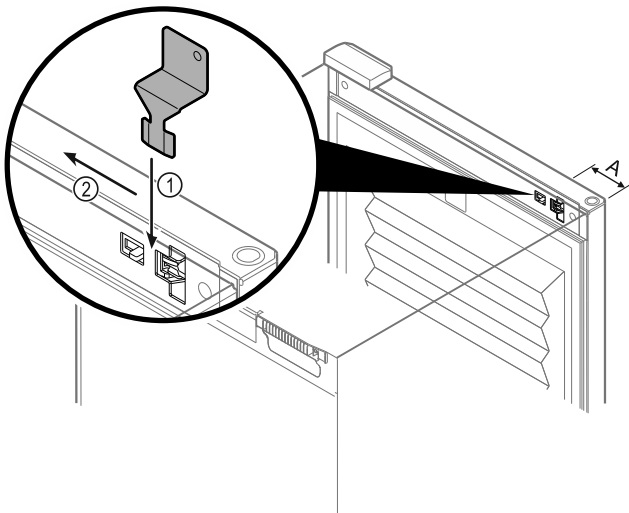

Fig. 106
- ▶ Noodontgrendelingsleutel in voorgeschreven positie positioneren Fig. 106 (A) ≈ 100mm.
- ▶ Noodontgrendelingsleutel tussen deur en apparaat er van boven helemaal insteken Fig. 106 (1).
- ▶ Noodontgrendelingsleutel richting scharnierzijde trekken Fig. 106 (2).